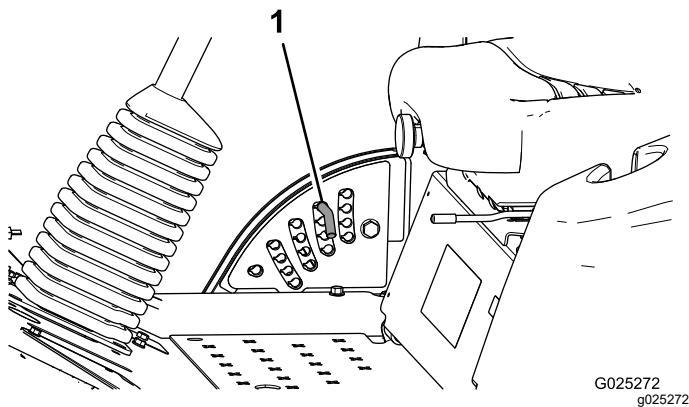

Bild 4
2. Drehen Sie den Anschlagstift so lange, bis die Linien am Spannstift mit den Schlitzen in den Löchern in der Schnitthöhenhalterung ausgefluchtet sind. Nehmen Sie ihn dann ab (**Bild 4**).
3. Wählen Sie ein Loch in der Schnitthöhenhalterung, das der gewünschten Schnitthöhe entspricht, stecken Sie den Stift ein und drehen Sie ihn nach unten, um ihn zu arretieren (**Bild 4**).
Hinweis: Es gibt vier Reihen der Lochpositionen (**Bild 4**). Die oberste